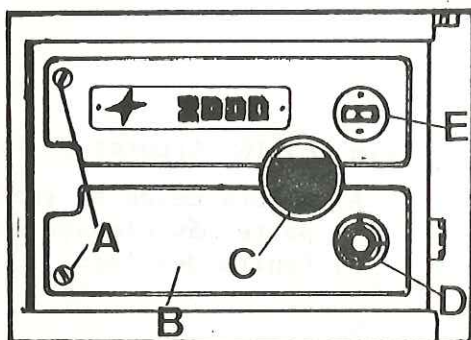

Fig. P3-18 Panel frontal L/I
1.1. Este faro, C (Fig. P3-18) se encuentra situado en el panel frontal, B, del lado izquierdo del salpicadero, y para la sustitución de la lámpara, se procederá de la siguiente manera:
1.1.1. Soltar los tornillos, A (Fig. P3-18) de fijación del panel frontal, B, al salpicadero.